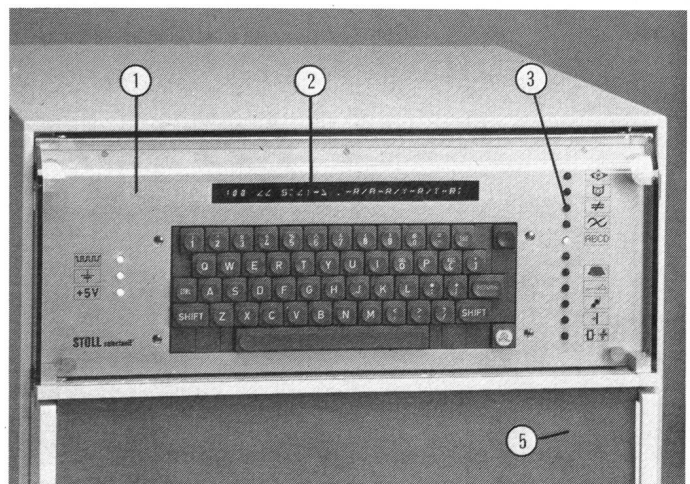

Abb. 4
Die Steuerung mit eingebautem Rechner steht an der linken Seite des Strickautomaten. Hinter einer aufklappbaren, durchsichtigen Plexiglasabdeckung (1) (Abb. 4) werden auf einer 32-stelligen Anzeige (2) laufend alle Informationen über den Produktionsablauf dargestellt. Die Programmanzeige, die automatisch wie ein breites Leseband arbeitet, und bei der jede der 32 Einheiten je 64 Buchstaben, Zahlen und Zeichen darstellen können, informiert den Stricker im Klartext mit Sintral laufend über den Produktionsablauf. Ein Blick genügt, um die Einstellung jedes Strick- und Umhängesystems zu erkennen, ebenso die Fadenführer, die stricken. Wird der Strickautomat durch eine der Überwachungseinrichtungen, zum Beispiel durch das Leerlaufen einer Spule oder einem Knoten, abgestellt, so wird dies dem Stricker an der Signaleinrichtung (3) angezeigt. «Report» hält fest, wie lange und wie oft und durch welche der Überwachungseinrichtung der Strickautomat abgestellt wurde.